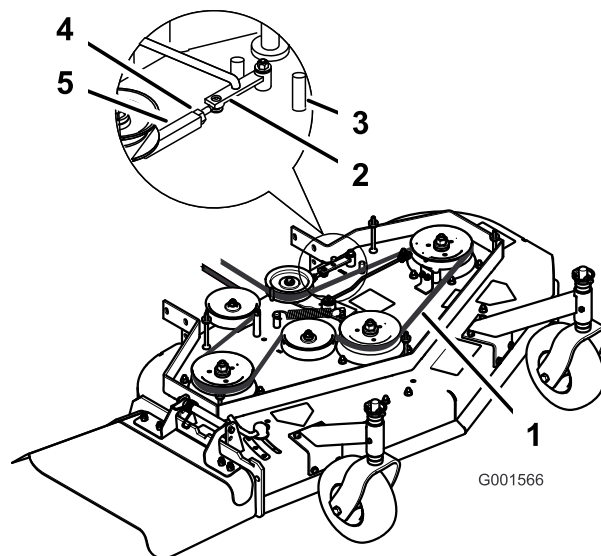

Figure 41
3. Desserrez le contre-écrou sur le tendeur (Figure 41).
Remarque: La tension correcte de la courroie du tablier de coupe se situe entre 44 à 67 N·m (10 à 15 pi-lb) avec une flèche de 13 mm (1/2 po) à mi-chemin entre les poulies (Figure 41).